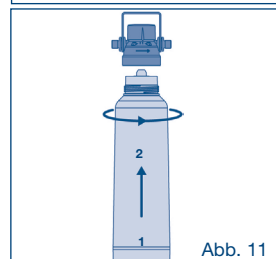

Abb. 11
- Filter gegen den Uhrzeigersinn in den Filterkopf drehen (siehe Abb. 11).